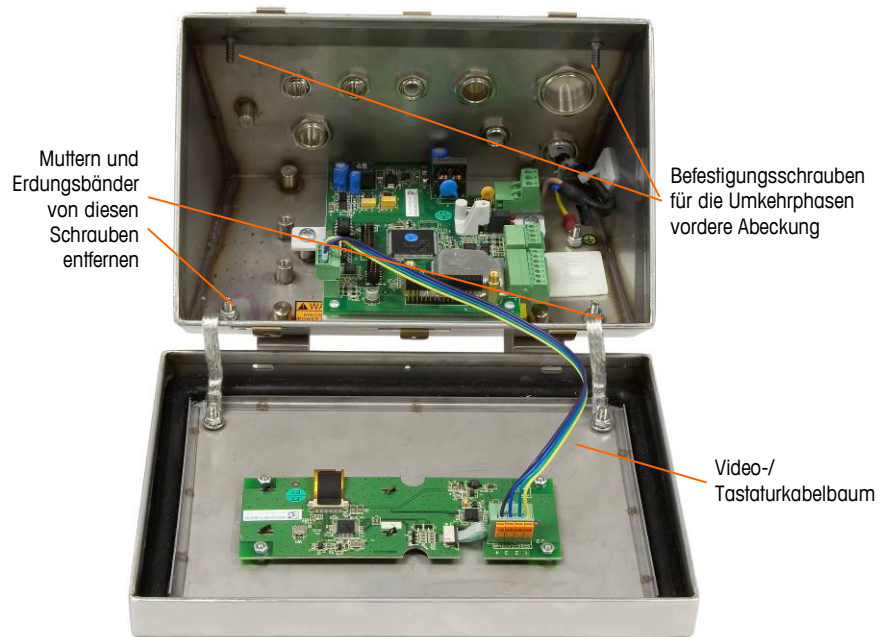

Abbildung 2-21: Erdungsbänder lösen
Zum Öffnen des Gehäuses für raue Umgebungen benutzen Sie einen Flachkopfschraubendreher. Die Klinge in die beiden Schlitze in der Abdeckung drücken (siehe Abbildung 2-4), um die Federklammer zusammenzudrücken, bis die Abdeckung aufspringt. Wenn beide Ecken frei sind, die Abdeckung nach oben drücken, bis sie die obere Kante des Gehäuses passiert. Dann die Abdeckung nach hinten drücken, bis die restlichen zwei Federklammern gelöst sind. Vorsichtig vom Gehäuse abheben und nach vorne schwenken. Die Abdeckung ist mit zwei Zugentlastungs-/Erdungskabeln am Gehäuse befestigt und über den Video-/Tastaturkabelbaum mit der Hauptplatine verbunden (siehe Abbildung 2-21).
- B. Die beiden Muttern, mit denen die beiden Erdungsbänder (die auch als Scharniere für die vordere Abdeckung dienen) am hinteren Gehäuse befestigt sind, lösen und abnehmen. Siehe Abbildung 2-21.